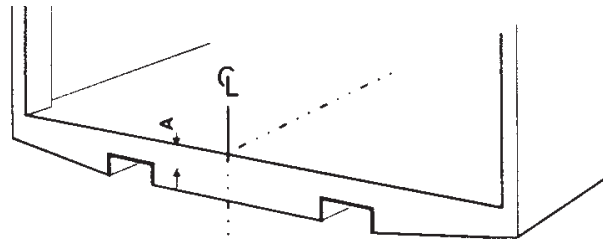

Imagen 26. Medir y marcar el punto central en la barra trasera del vehículo
1. Medir y marcar el punto central en la barra trasera del vehículo. Véase Imagen 26.